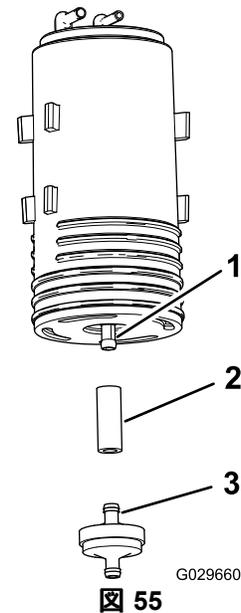

**図 53**
- カーボンキャニスタの Purge と書かれたフィッティングから、バキュームホースを外す 図 53。
- カーボンキャニスタの Fuel Tank 燃料タンクと書かれたフィッティングから、ホースを外す 図 53。
- カーボンキャニスタの Purge と書かれたフィッティングにバキュームホースを取り付ける 図 53。